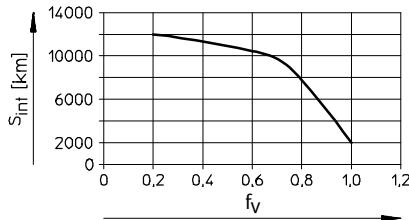

Fig. 8
- 若存在其中一个因素，则请将润滑时间间隔 S_{int} (\rightarrow Fig. 8) 减半。
- 请借助综合负载公式计算负载比系数 f_V (→ 11 技术数据) 并确定润滑时间间隔 S_{int} (→ Fig. 8)。